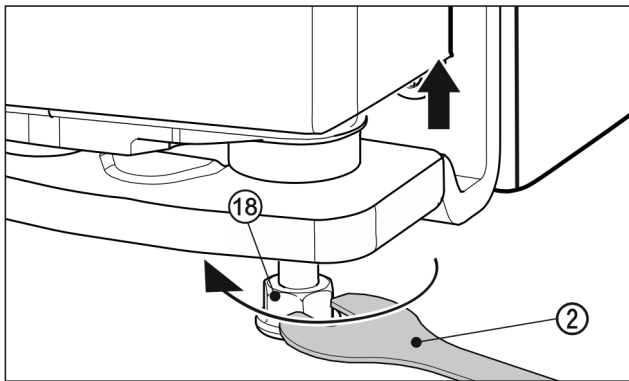

Fig. 25
- ▶ Zum Anheben der Tür den Stellfuß Fig. 25 (18) mit dem beiliegenden Gabelschlüssel Fig. 25 (2) rechtsherum bis Kontakt auf Fußboden herausdrehen. Dann weiter drehen bis die Tür in der Höhe verstellt ist. Im Auslieferungszustand ist der Lagerbolzen ganz eingedreht.